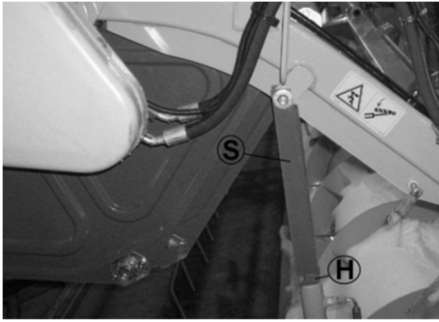

Abb. 4
3.2 Demontage vom Kegelartriebe CERIO des Messerantriebs. Abb.4
- Die vier Innensechskantschrauben (P) abschrauben, welche die Antriebswelle zum Kegelartriebe (N) befestigen.
- Die drei Schrauben (E) abschrauben, welche das Kegelartriebe CERIO an die Seitenwand des Schneidwerks befestigen.